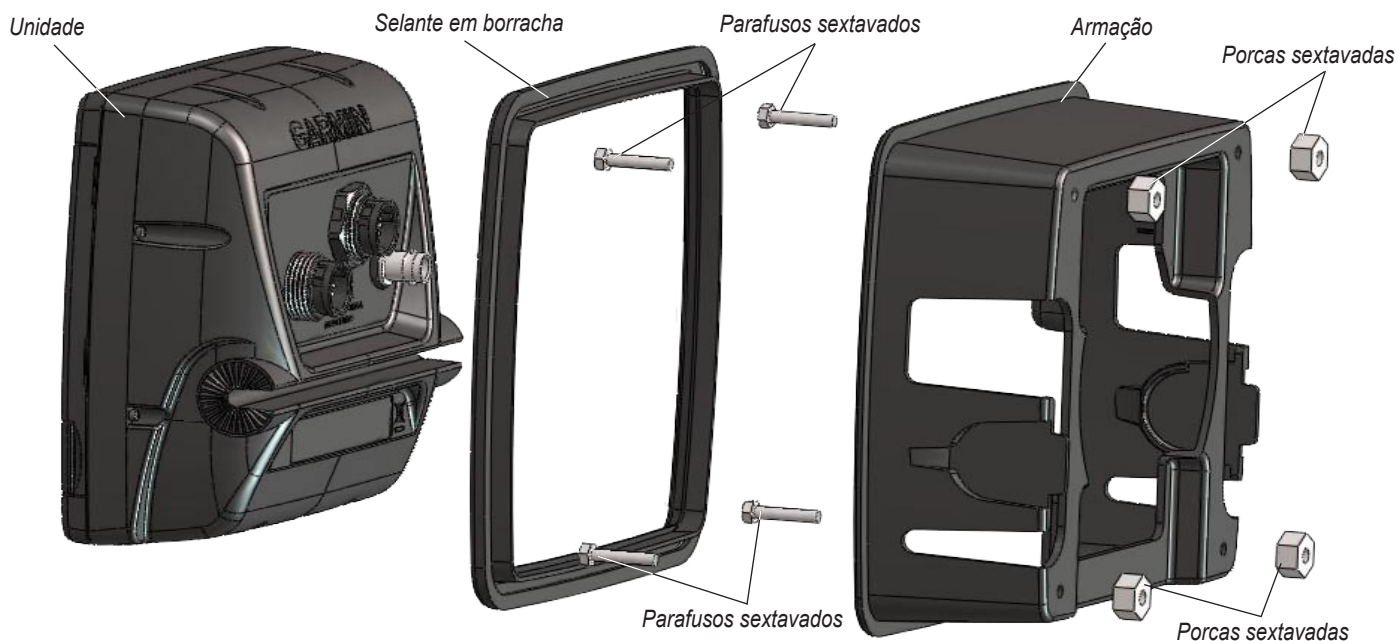

Figura 1
2. Instalar o hardware de montagem (ver a figura 1):